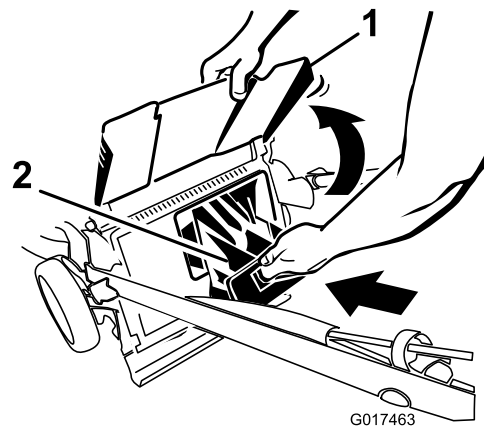

Figura 25
- Instale el tapón de descarga trasera (Figura 25).